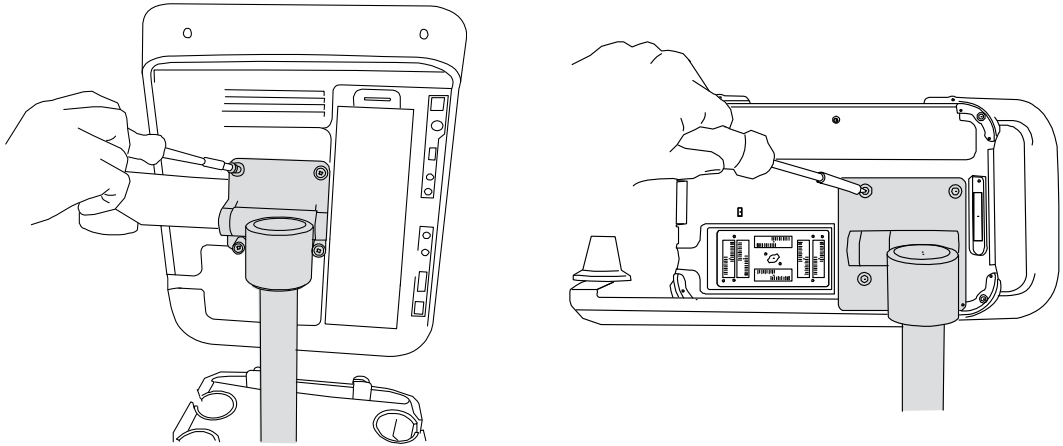

Figura 3 Avvitare le viti sulla piastra di montaggio: S Series (sulla sinistra) e NanoMaxx (sulla destra)
- 4 Avvitare le viti nei quattro angoli fino a fissare il sistema alla piastra. Stringere con un cacciavite Phillips. Vedere **Figura 3**.
- 1 Sostenere il sistema per ecografia e allentare le viti nei quattro angoli della piastra di montaggio. Se necessario, utilizzare un cacciavite Phillips. Vedere **Figura 3**.